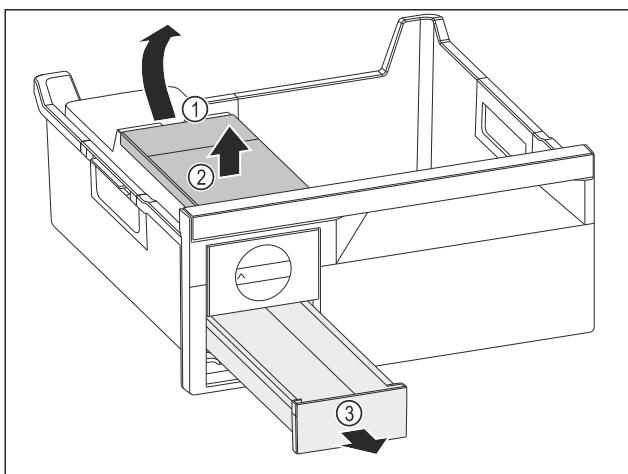

Fig. 75
- Извлеките бак для воды: Поднимите бак для воды за выемку Fig. 75 (1).
- Извлеките бак для воды Fig. 75 (2) движением вверх.
- Извлеките выдвижной ящик для кубиков льда Fig. 75 (3) движением вперед.